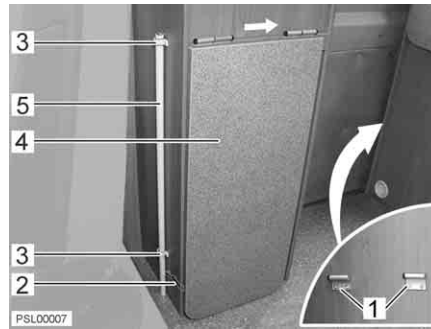
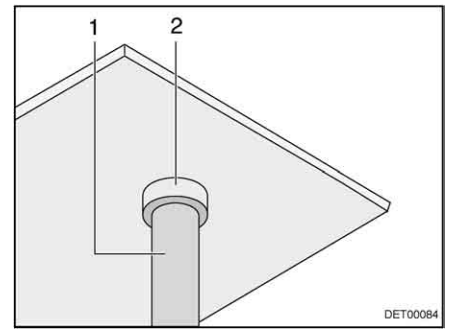

Bild 30 Klapptisch, eingeklappt
Bild 31 Klapptisch, Tischfußaufnahme
- Das Sicherungsband (Bild 30,2) lösen (Druckknopf).
- Den Tischfuß (Bild 30,5) nach oben aus den Halterungen (Bild 30,3) ziehen.
- Die Tischplatte (Bild 30,4) nach oben klappen und den Tischfuß (Bild 31,1) in die Aufnahme (Bild 31,2) stecken.
- Die Tischplatte (Bild 30,4) ein Stück nach oben klappen und nach hinten schieben (Bild 30, Pfeil).
- Die Tischplatte in die Halterungen an der Rückwand des Küchenblocks (Bild 30,1) einschieben.
- Den Tischfuß (Bild 31,1) in die Aufnahme (Bild 31,2) stecken.